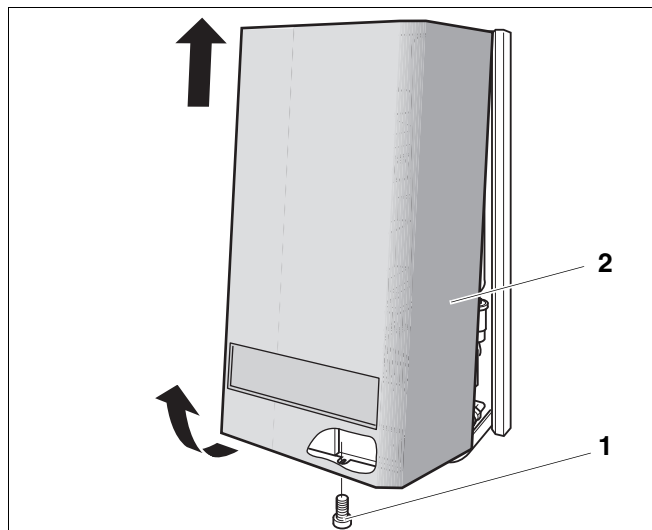

Рис. 3 Снятие обшивки
- Вывернуть крепежный винт (рис. 3, поз. 1).
- Поднять обшивку (рис. 3, поз. 2).